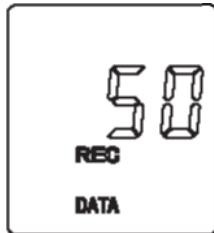

Рис.3
5. Для установки количества ячеек сохранения записи данных (на дисплее мигают значки «REC» и «DATA») используйте клавиши **▼** и **HOLD** возможно установить от 1 до 50 измерений. (Рис.3)